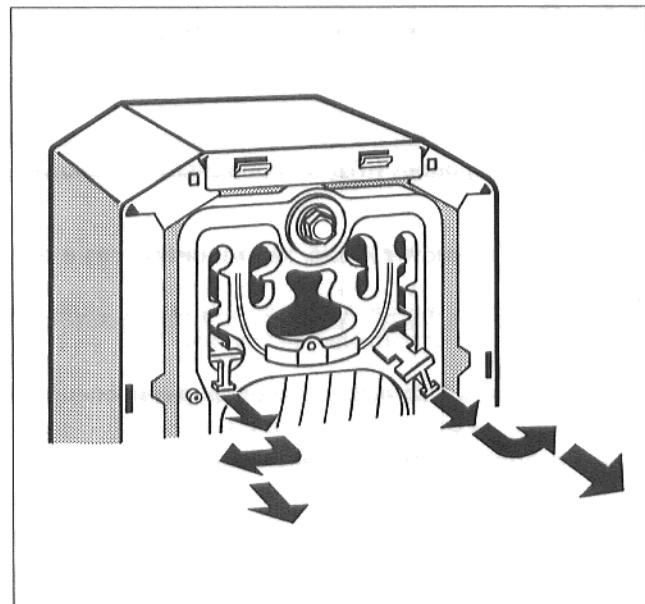

Рис. 34: устранение направляющих элементов топочного газа
- Слегка вытянуть направляющие элементы топочного газа и повернуть стопорную скобу в направлении периферии. Вытянуть направляющие элементы топочного газа в направлении вперед (рис. 34).